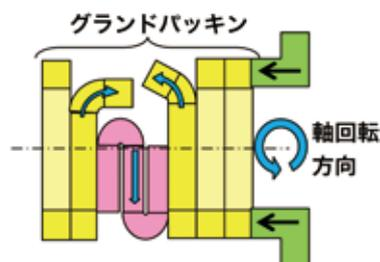

Figure7 軸の回転による隙間へのはみ出し(3)
- ④同じ現象が連鎖して起こり、グランドパッキンの突き合わせ部分が開きFigure7のような状態となり、リークパスが出来ること漏洩が発生する。